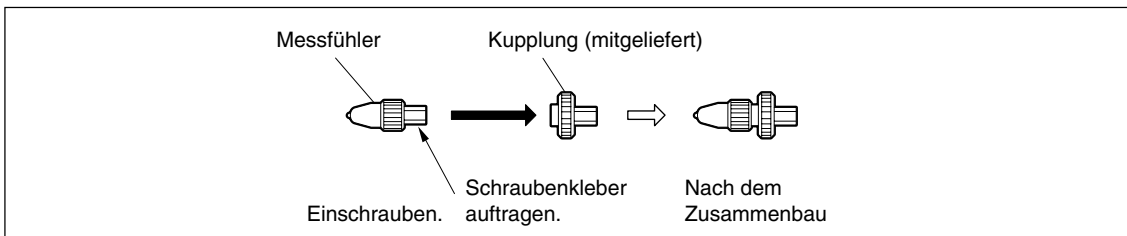

Abb. 3 Zusammenbau des Messfühlers
1. Nehmen Sie den Messfühler vom Messtaster ab, und schrauben Sie ihn auf die mitgelieferte Kupplung (Abb. 3).